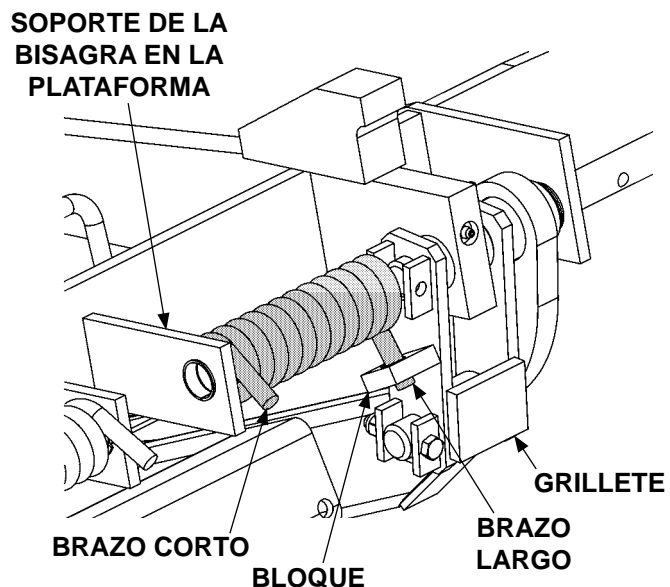

FIG. 21-2
5. Instale el resorte de torsión como se muestra en (FIG. 21-2). Asegúrese que el brazo largo del resorte pase a través del orificio en el bloque del grillete (FIG. 21-2). Asegúrese que la parte corta del resorte esté en la posición que se muestra en la FIG. 21-2.